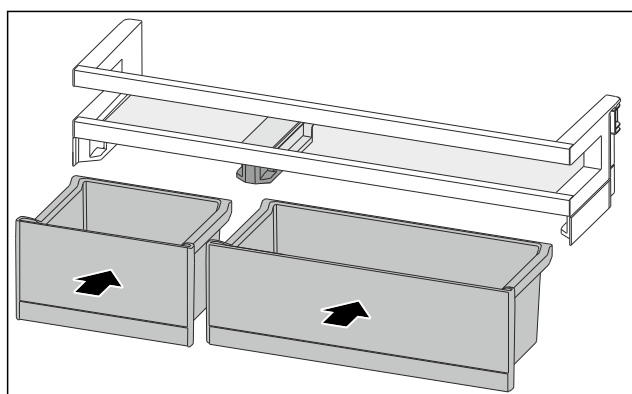

Fig. 190
- Вставте контейнери VarioBox у змінні положення. (див. Fig. 190)